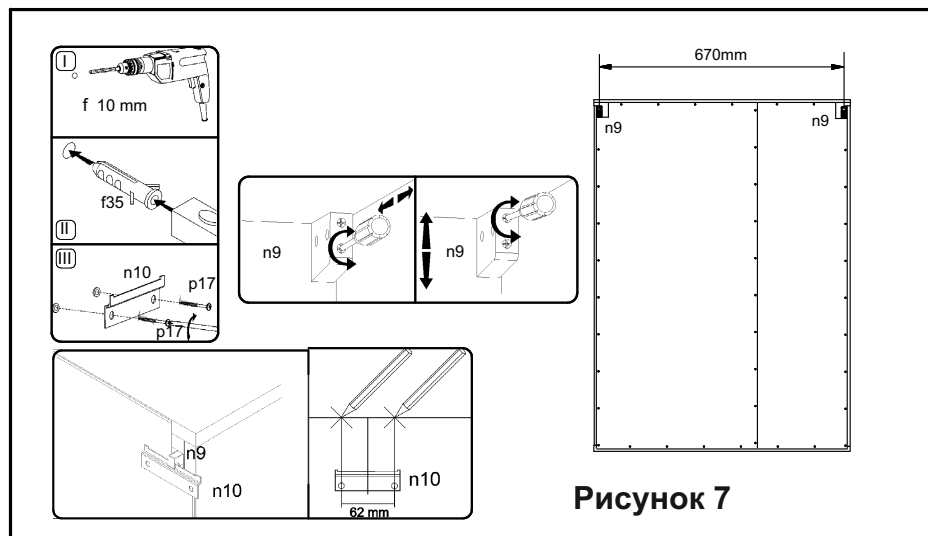

Рисунок 7
- Для навешивания шкафа настенного на стене с помощью карандаша и линейки разметить отверстия (**см. рис. 7**).
- В стене просверлить отверстия **Ø10мм** (**см. рис. 7**).
- Вбить в отверстия в стене пластмассовые дюбеля **f35** (**см.рис.7**).
- Навесить шкаф на крючки **n10**. При необходимости отрегулировать положение шкафа с помощью отвертки (**рис. 7**).